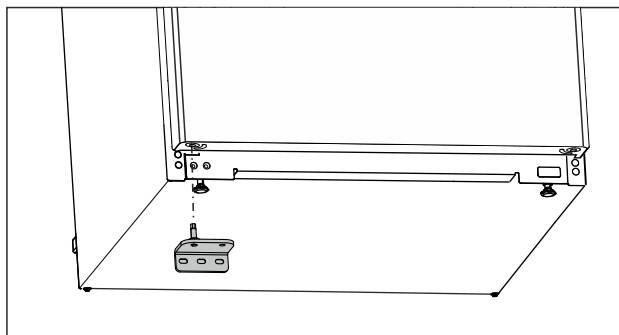

Fig. 16
- ▶ Spodnji ležajni podstavek vstavite na nasprotni strani. (glejte Fig. 16)